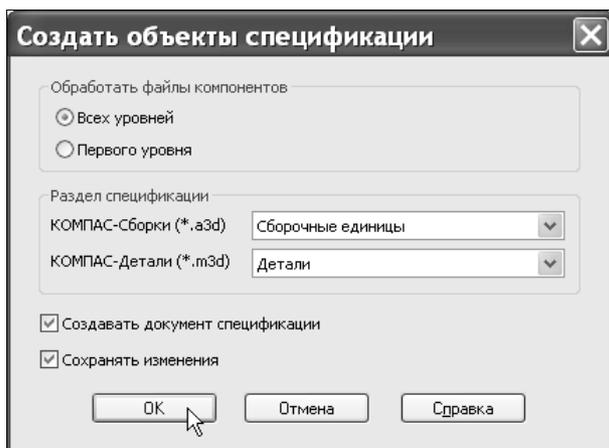

Рис. 9.100. Окно Создать объекты спецификации
2. В окне **Создать объекты спецификации** подтвердите установленные по умолчанию опции нажатием кнопки **ОК** (рис. 9.100). После этого система создаст спецификацию на изделие и на все входящие в него подсборки. По умолчанию система создает спецификации со стилем **Простая спецификация ГОСТ 2.106-96**.